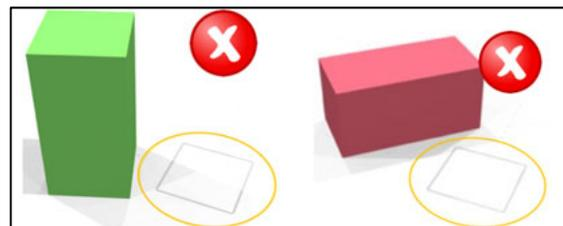

Bild 17: Hindernis **vollständig** aus der Markierung herausgeschoben
9.5.4. ein Hindernis vollständig aus seiner Kreismarkierung herausgeschoben wurde (s. Bild 17)